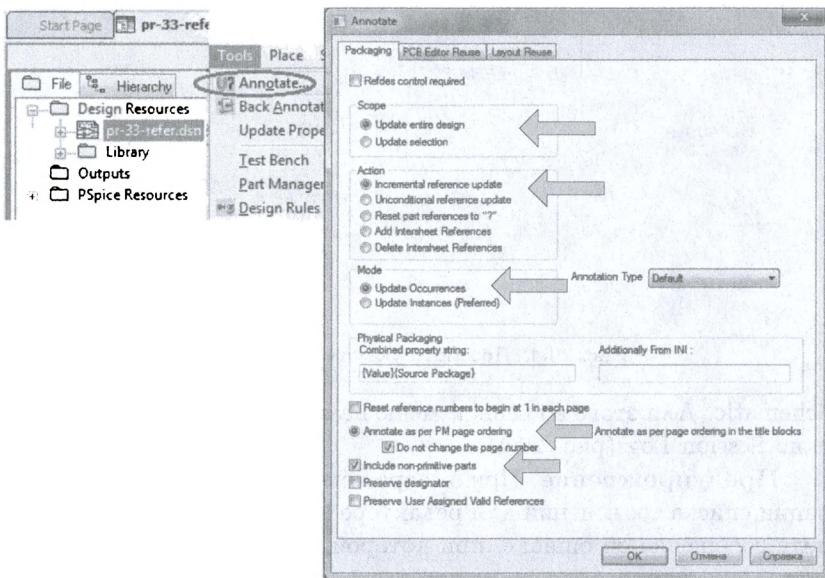

Рис. 20.3. Аннотирование проекта
3. На вкладке *Packaging* диалогового окна *Annotate* (рис. 20.3) укажите, хотите ли вы обновить полный дизайн или только часть конструкции. Выберите кнопку *Update entire design*.